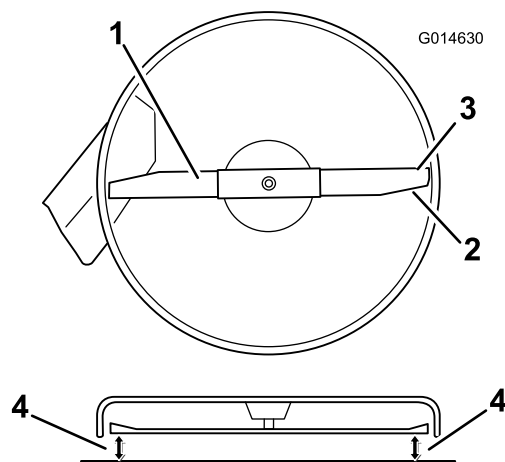

Figura 49
4. Rode cuidadosamente a lâmina para que fique alinhada (Figura 49).
5. Meça entre as extremidades de corte exteriores e a superfície plana (Figura 49). Se ambas as medições não se encontrarem dentro do intervalo de 5 mm, é necessário um ajuste, continue com este procedimento.